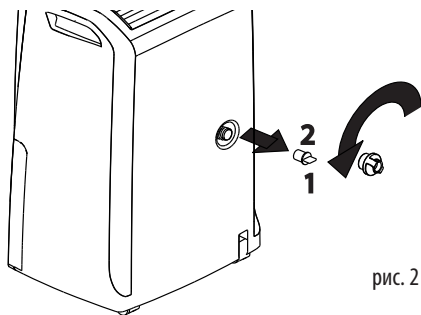

рис. 2
- 1) Отверните защитную пробку 1, повернув ее против часовой стрелки и выньте резиновую пробку из трубки 2, рис. 2.